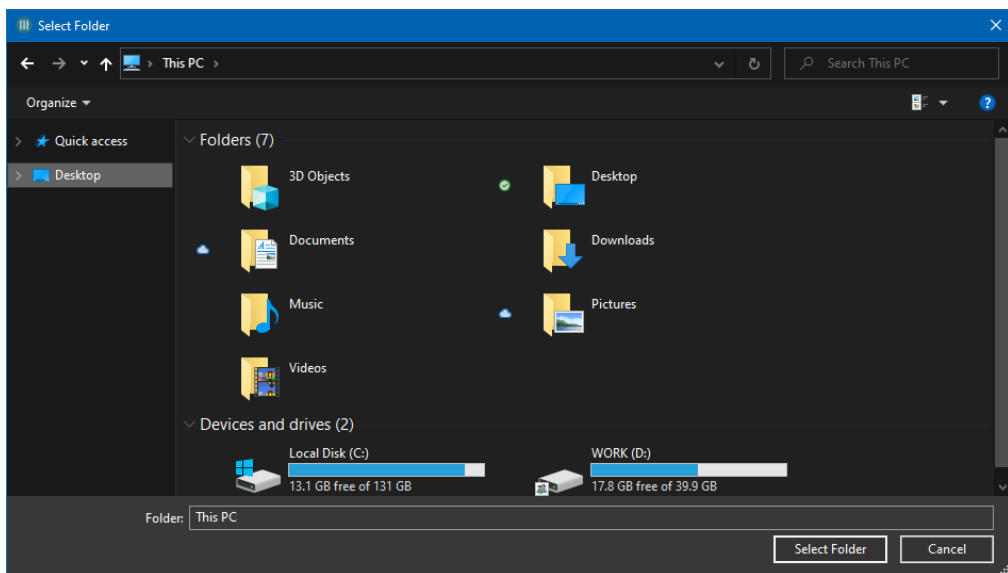

Рисунок 9 – Вікно вибору місця збереження статистики
- «Зберегти статистику», яка дозволяє зберегти результати вимірювання до csv-файлу. Після натиску на дану кнопку відобразиться вікно для вибору місця збереження статистики (рис. 9).